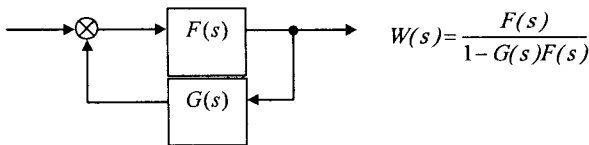

Рисунок 2.4 – Контур з додатним зворотним зв'язком
- контур з додатним зворотним зв'язком (рис. 2.4)